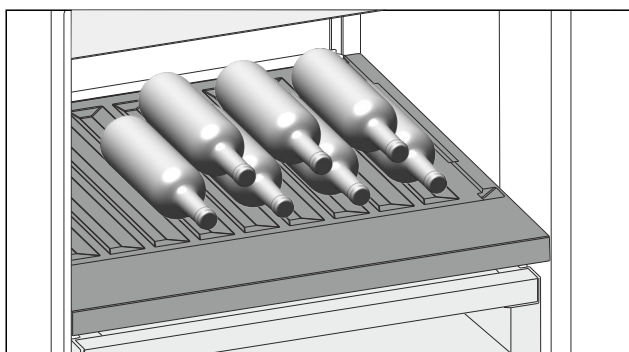

Fig. 158 Voorbeeldweergave
- Flessen met de bodem naar achteren tegen de achterwand plaatsen. (zie Fig. 158)